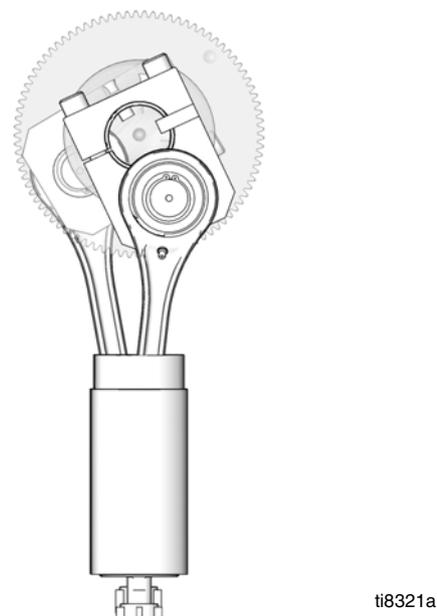

**FIG. 1. E-Flo Bomba elétrica de circulação**
Um motor elétrico (B) aciona a entrada de uma caixa de redução de 75:1 (GR), que aciona duas bombas de fluido (FP). Consulte FIG. 1. As posições de curso das duas bombas são defasadas para obter uma vazão consistente do conjunto da bomba. Consulte FIG. 2.